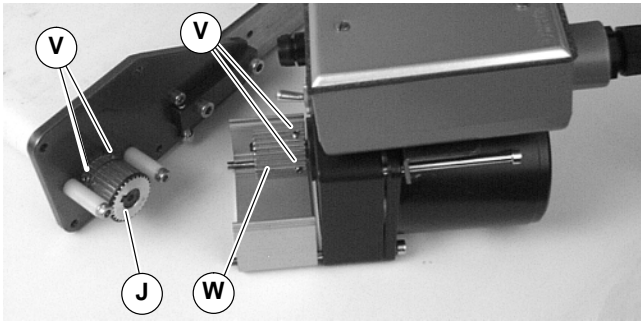

Abbildung 14
2. Stellschrauben lösen (V siehe Abbildung 14) und Abtriebszahnseibe (J) oder Antriebszahnseibe (W) abnehmen.